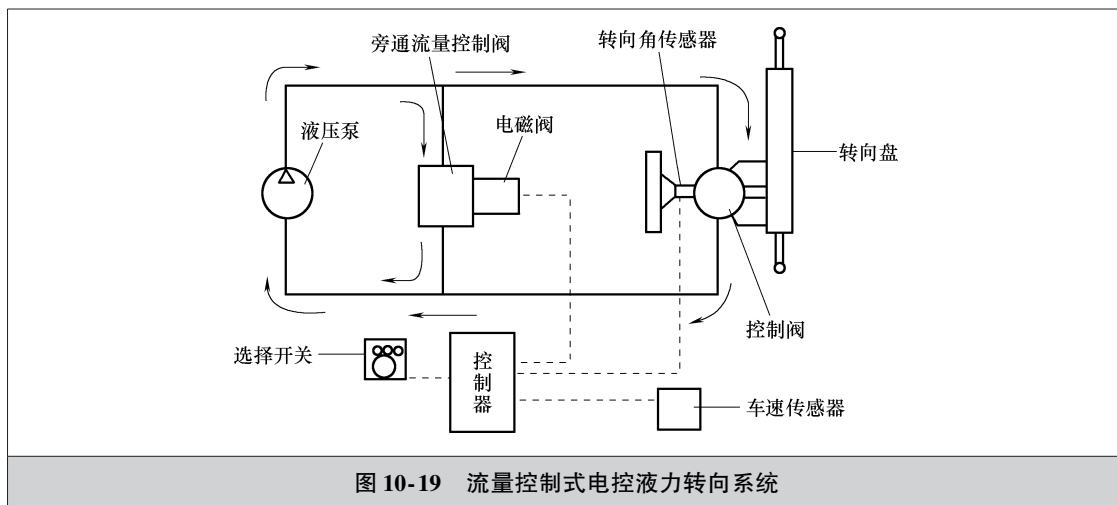

图 10-19 流量控制式电控液力转向系统
(1) 流量控制式 流量控制式电控液力转向系统结构简单，它在液压泵与转向器之间设有旁流通道，由旁通流量控制阀控制流量的大小（图 10-19），并间接控制流向助力转向器的压力油流量，即控制转向助力的大小。电子控制单元（控制器）接收传感器输入的车